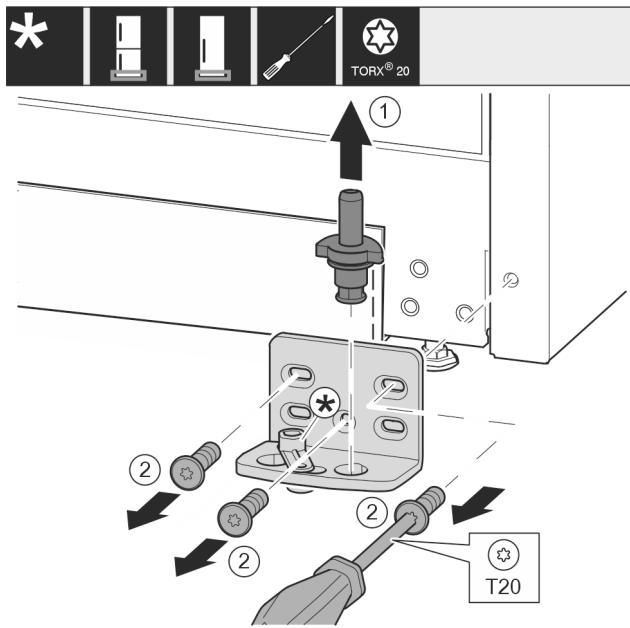

Fig. 13
- Vytiahnite ložiskový čap Fig. 13 (1) úplne nahor.
- Vyskrutkujte skrutky Fig. 13 (2) skrutkovačom a odnímite ložiskovú konzolu.